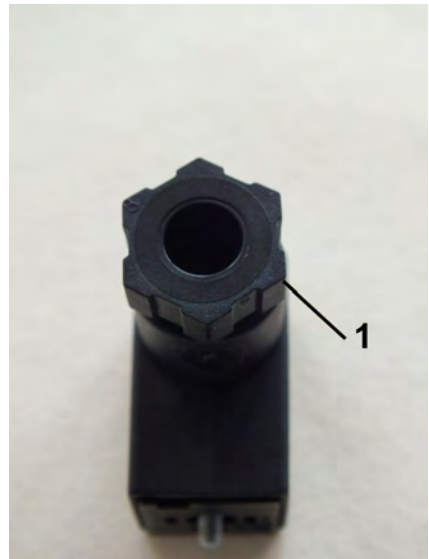

Abb. 25: Verschraubung lösen
4. ➤ Verschraubung (Abb. 25/1) durch drehen nach links lösen
8. ➤ Verschraubung (Abb. 25/1) durch Drehen nach rechts wieder anziehen